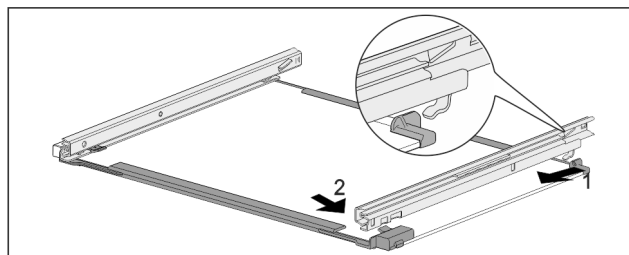

Fig. 229 Pllaka e xhamit me shinat
- Kapni shinën në kapëse në pjesën prapa. Fig. 229 (1)
- Kapni shinën në kapëse në pjesën përpara. Fig. 229 (2)